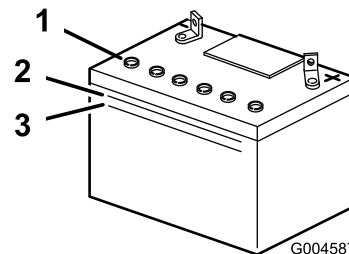

Figura 29
2. Guardate il fianco della batteria. L'elettrolito deve raggiungere la linea superiore (Figura 29).
Nota: Non lasciate scendere l'elettrolito sotto la linea inferiore (Figura 29).
3. Togliete i tappi di spurgo dalla batteria (Figura 29).
4. Aggiungere lentamente acqua distillata in ogni elemento della batteria finché l'elettrolito non raggiunge la linea superiore (Figura 29) sulla cassetta della batteria.
5. Attendete cinque o dieci minuti dopo avere riempito gli elementi della batteria. All'occorrenza, aggiungete dell'acqua distillata finché l'elettrolito non raggiunge la linea superiore (Figura 29) sulla cassetta della batteria.